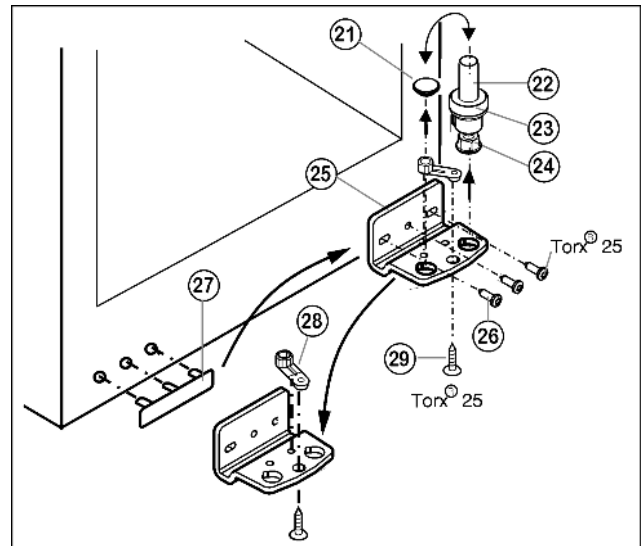

Fig. 5
- ▶ Retirer le pivot Fig. 5 (22) complètement avec le disque Fig. 5 (23) et le pied réglable Fig. 5 (24) par le haut.
- ▶ Enlever le bouchon Fig. 5 (21).
- ▶ Dévisser Fig. 5 (25) le support d'appui Fig. 5 (26).
- ▶ Dévisser l'élément pivotant Fig. 5 (28) et le permuter dans le trou opposé du support d'appui.
- ▶ Soulever le cache côté poignée Fig. 5 (27) avec précaution et le positionner sur le côté opposé.
- ▶ Revisser à fond le support d'appui Fig. 5 (25) sur le nouveau côté charnière en utilisant une visseuse sans fil si nécessaire, avec un couple de serrage de 4 Nm.
- ▶ Replacer le bouchon Fig. 5 (21) dans l'autre trou.
- ▶ Replacer complètement le pivot Fig. 5 (22) avec le disque et le pied réglable. Faire attention à ce que les ergots d'encliquetage soient tournés vers l'arrière.